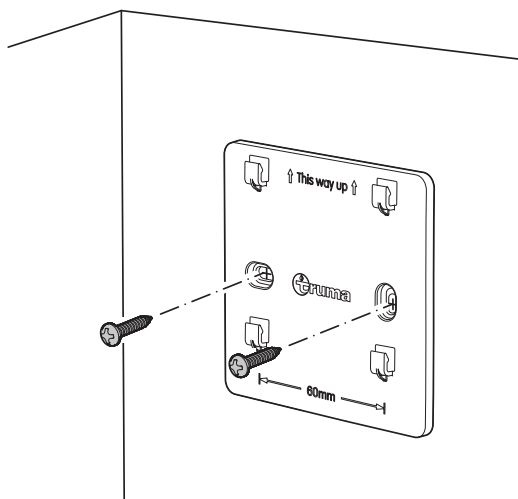

Abb. 17
- Zum Befestigen der Montageplatte beide Halbrundholzschrauben mit einem Kreuzschlitzschraubendreher in die Wand drehen (Abb. 17).